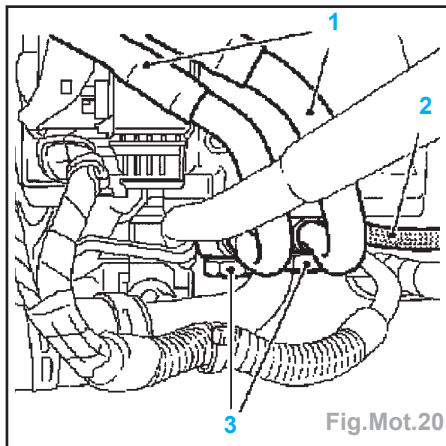

Fig.Mot.20
- Démonter les conduites de carburant (1) (Fig.Mot.20).
- Déposer la partie supérieure du collecteur d'admission (2) (10 vis).